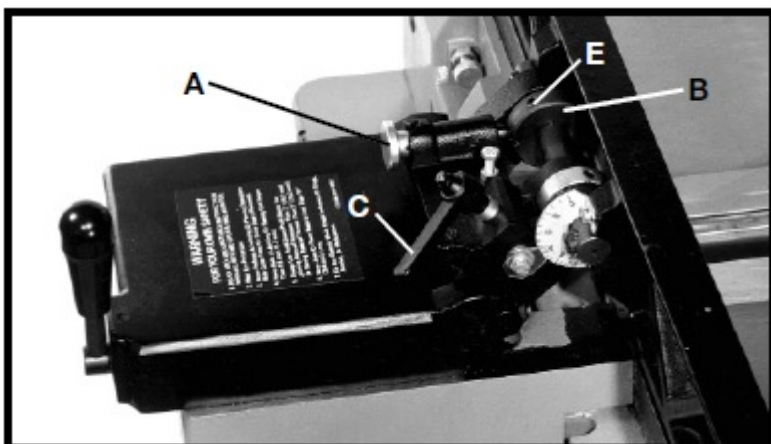

Рис. 33
1. Поставить параллельный упор под 90° , убедившись, что конец плунжера (А), рис. 33, вошёл в паз индексной втулки (В), как показано на рисунке, и затянуть фиксирующую рукоятку (С).
3. Если угол параллельного упора со столом не составляет 90° , ослабить установочный винт (Е) в индексной втулке (В), рис. 33, и ослабить рукоятку (С) фиксации параллельного упора. Перемещать параллельный упор до тех пор, пока угол со столом не составит 90° , и затянуть фиксирующую рукоятку (С), а также установочный винт (Е).